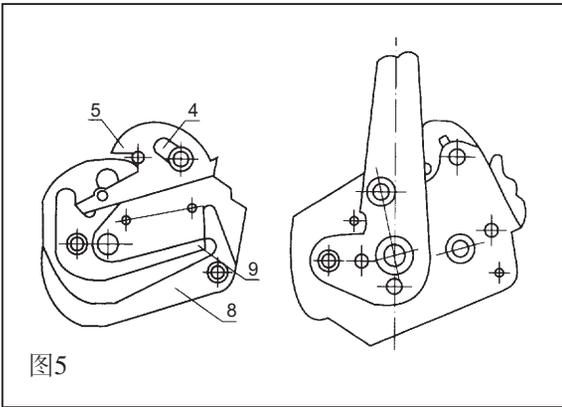

图5
6.1.1 再扣：当断路器断开后，自由脱扣机构将由闭合位置沿反时针方向旋转，这是自由脱扣机构的杠杆4把主轴杠杆的销钉5钩住，并且杠杆的销钉5有一力作用到杠杆4上，使自由脱扣机构的三个杠杆互相搭住形成再扣位置，准备下一次闭合(见图5)。
6.1.3 断开：当杠杆7(图3)得到从任一脱扣器而来的作用力，使杠杆7沿顺时针方向旋转推动杠杆8(图5)使杠杆9与杠杆8脱扣，在断开弹簧和触头弹簧的反作用力的作用下，断路器断开。